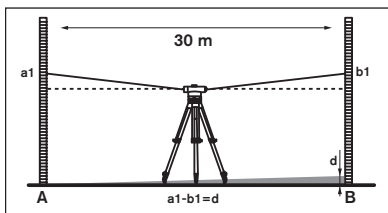

图10
1. 检查时必须找一段**30米**长的测量距离。把仪器放置在中间位置，在测量的两端分别放置水准尺**A**和水准尺**B**。(图10)